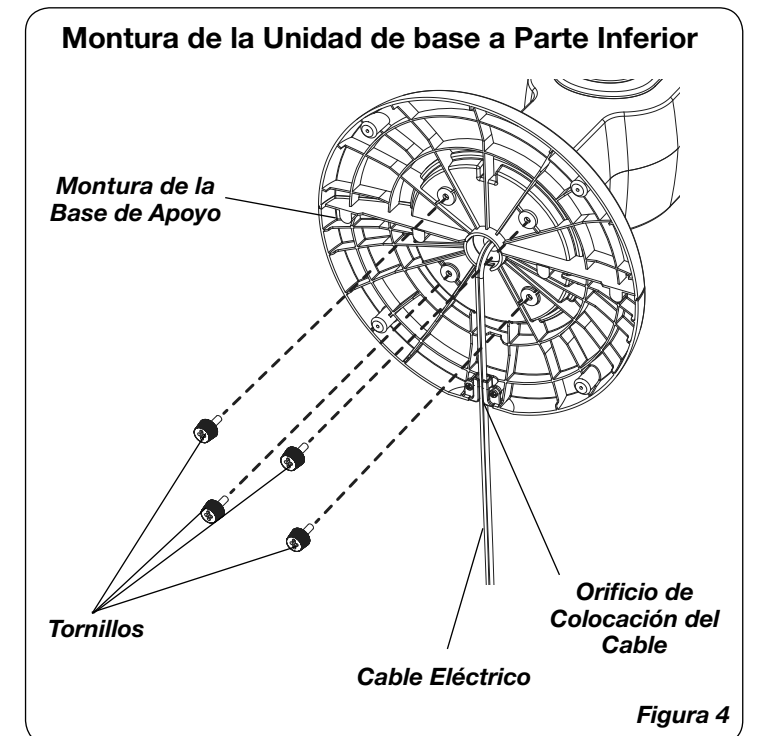

Figura 4
5. Asegure la **Montura de la Base de Apoyo** a la parte inferior del ventilador con (4) **Tornillos de Largo**. Suavemente elimine cualquier sobrante del **Cable Eléctrico** y colóquelo en el **Orificio de Colocación del Cable**. (*Figura 4*)